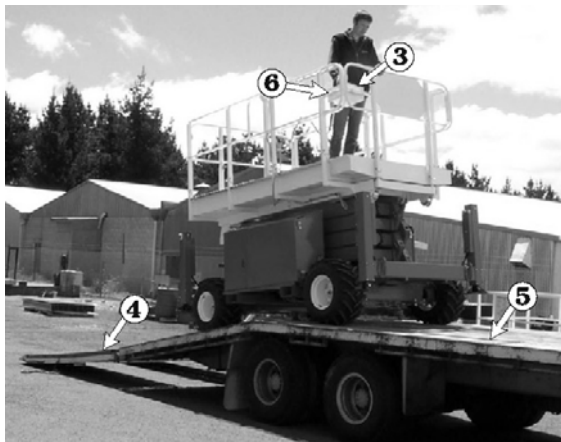

Fig. 10.4
6. Använd joysticken ③ för att sakta köra S3970RT / S3370RT / S2770RT rakt uppför ramperna ④ och upp på transportfordonet ⑤. (se Fig. 10.4).
7. Då S3970RT / S3370RT / S2770RT är på plats på trailern, tryck in **nödstoppsbrytaren** ⑥ (se Fig. 10.4) i läge "FRÅN" (OFF) på plattformens manöverbox.